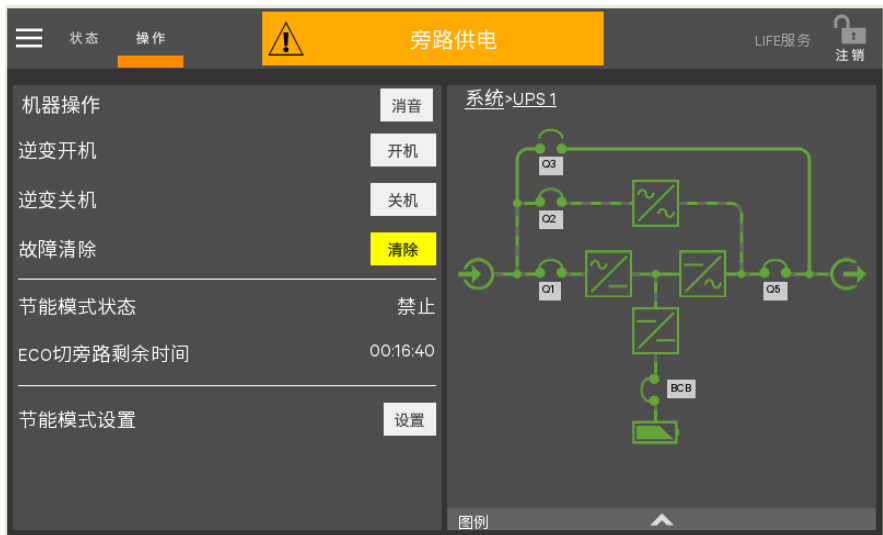

图 5-3 点击逆变开机按钮
4. 待整流器完成启动，闭合外置电池开关，旁路开始供电以后（功率流图如图 5-3 所示），点击开机按钮（此处可参考 4.2 节）。